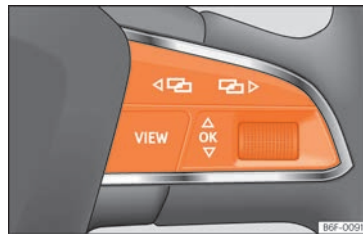

Abb. 137 Rechte Seite des Multifunktionslenkrads: Bedienelemente für die Menüs und Informationsanzeigen im Kombiinstrument.
werden. Einige Warnmeldungen können bestätigt und ausgeblendet werden über die Taste **OK** am Multifunktionslenkrad »» **Abb. 137**.
- Falls eine Meldung oder das Fahrzeug-Piktogramm angezeigt wird, drücken Sie die Taste **OK** »» **Abb. 137**; ggf. mehrere Male.
- Zum Menüwechsel verwenden Sie die Tasten **◀** oder **▶** »» **Abb. 137**.
- Um das Menü oder die Informationsanzeige aufzurufen, die angezeigt wird, drücken Sie die Taste **OK** »» **Abb. 137** oder warten Sie einige Sekunden lang bis das Menü oder die Informationsanzeige automatisch geöffnet werden.
- Im angezeigten Menü, drehen Sie das rechte Rädchen am Multifunktionslenkrad »» **Abb. 137** bis der gewünschte Menüpunkt markiert ist. Der Menüpunkt wird umrahmt dargestellt.
- Drücken Sie die Taste **OK** »» **Abb. 137**, um die gewünschten Änderungen vorzunehmen. Eine Markierung zeigt an, dass die entsprechende Funktion bzw. das System aktiviert sind.
»» **Abb. 137.**